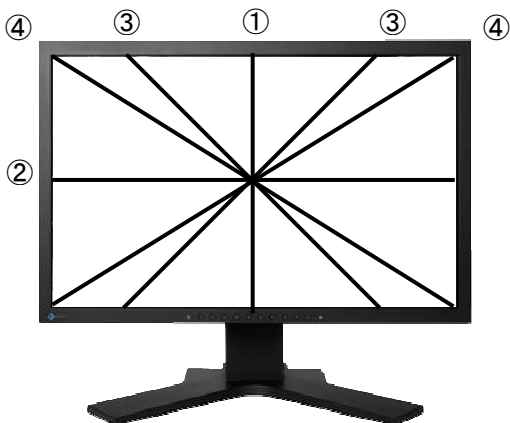

図 3 視野角測定方向
- ①垂直方向、②水平方向、③45° 方向のほか、新しく④パネルの対角線方向を追加(図 3)